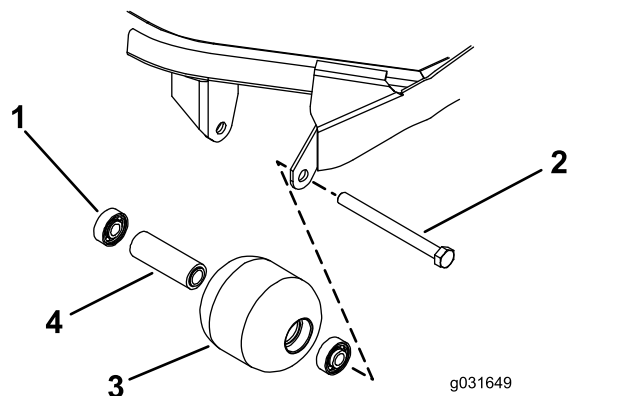

Figura 72
1. Retire o parafuso de montagem do rolo (Figura 72).
4. Verifique se a estrutura dos rolamentos, os rolamentos e o espaçador de rolamentos estão danificados (Figura 72).
1. Empurre só a calha externa ou, então, exerça o mesmo tipo de pressão nas calhas interna e externa, e empurre o primeiro rolamento para a estrutura do rolamento (Figura 72).
2. Coloque o espaçador (Figura 72)
estrutura do rolamento até entrar em contacto com o espaçador (Figura 72).